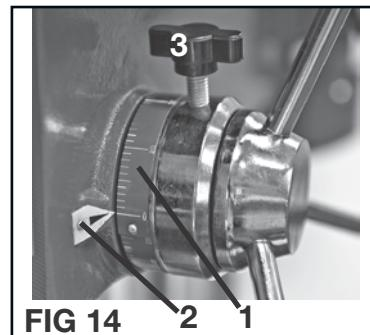

FIG 14
Réglage de la profondeur de perçage (FIG 14)
Échelle de profondeur de perçage (1) est situé sur le moyeu. Voir la figure 14. Le pointeur de l'échelle (2) indique la distance Voyage broche.